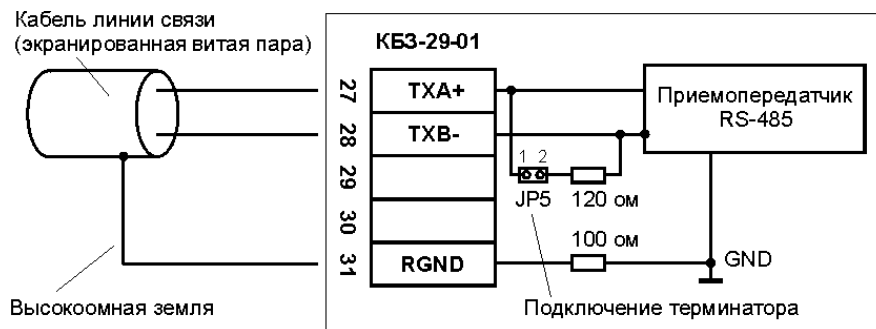

Рисунок 10.10 - Подключение интерфейса с помощью клеммно-блочного соединителя КБ3-29-01
10.3.5.2 Подключение интерфейса с помощью клеммно-блочного соединителя КБ3-29-01 представлено на рис. 10.10.